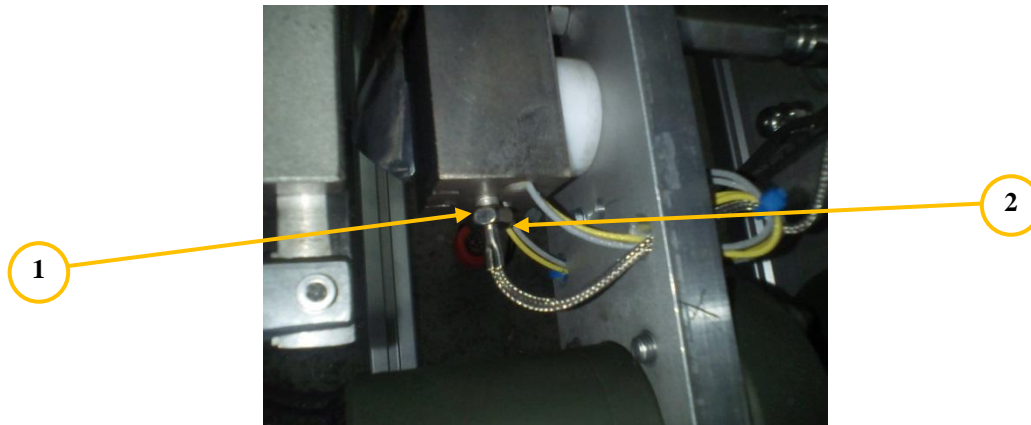

Fig. 5.2-1
- Desfaceti firele de alimentare ale rezistentei de incalzire din clema de legatura “2” (fig. 5.2-1).